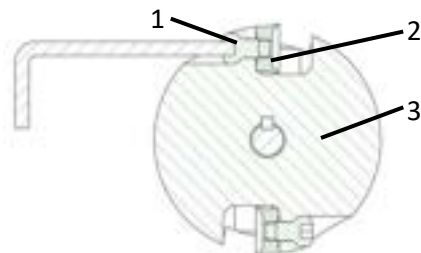

Fig. 18: Cambio dei coltelli
- > Allentare le viti dei coltelli (1 - Fig.18) sulla testa della fresa (3 - Fig.16) con una chiave a brugola da.
- > Cambiare i coltelli circolari (2 - Fig.18) o girare i coltelli circolari di 180°.